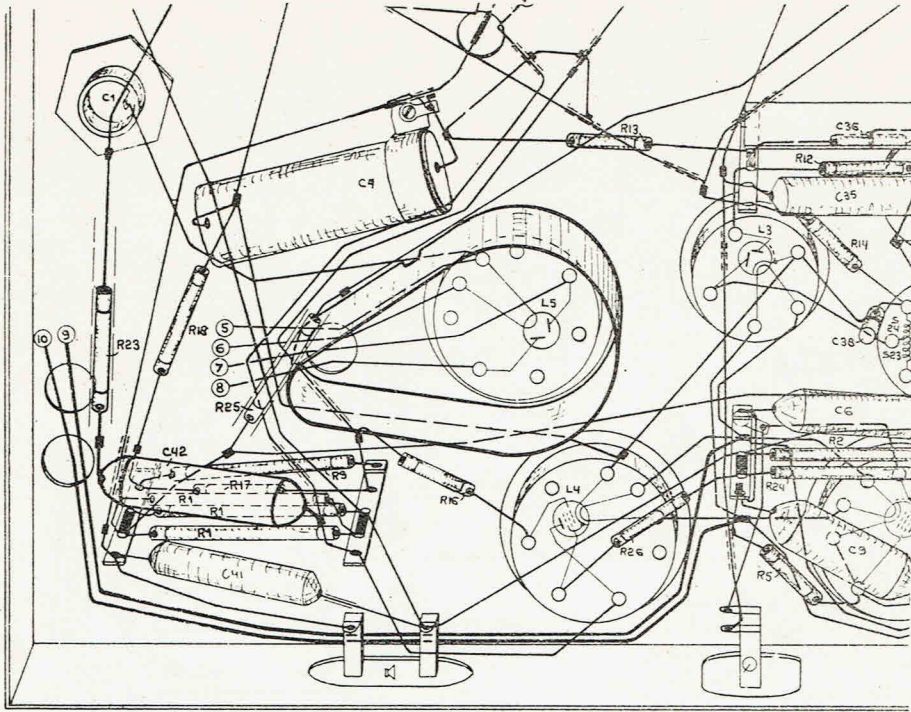

Fig. 10
5. Dessouder la connexion blindée de C42 et R16, R17 et la placer comme indiqué dans fig. 10.
6. Dessouder la connexion C42, R23 et la connexion de R25 vers commutateur IV, des pattes à soudeure du support de lampe de L5 et les placer comme indiqué dans fig. 10. Pour prévenir court-circuit, il faut qu'on place les résistances R23 et R25 dans un petit pièce souplisso.
7. Placer, sous le châssis, autour de support de lampe de L5 un blindage (figure 10). Faire passer les fils de fixation de la rondelle à travers les oeillets de fixation du support de lampe et les souder à la partie supérieure du châssis. Bien pousser la rondelle contre le fond.